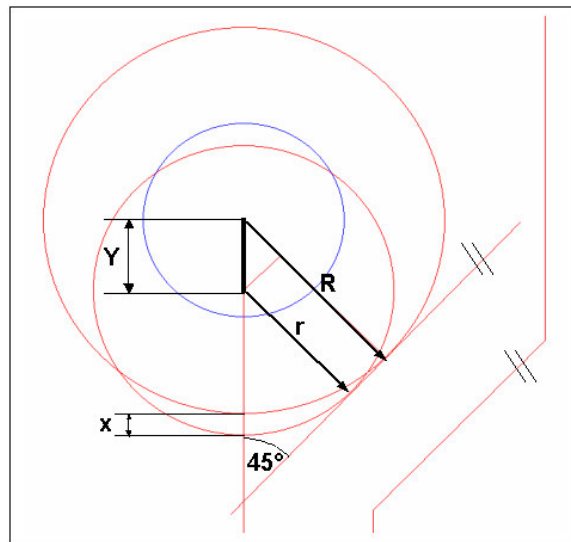

Bild 7
- Dadurch ergibt sich die Möglichkeit, Teardrops zu kreieren, die so klein wie möglich, aber so groß wie nötig sind! (siehe Bild 7)